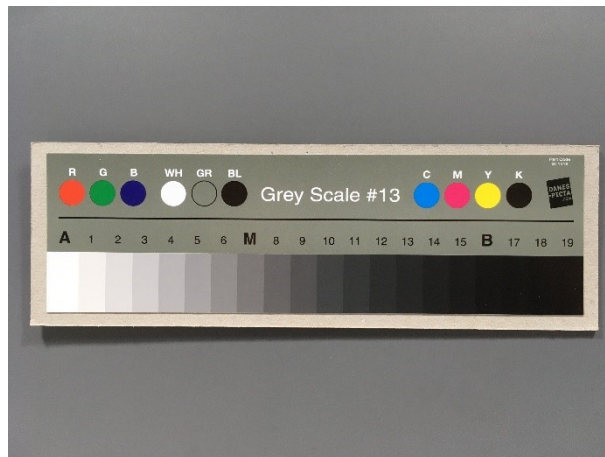

图 4.4: 灰阶卡示意图
**步骤 3.** 当 Gamma、LDCI、DCI 和 Dehaze 的参数优化以后，接着在实验室灯箱 D50 光源下测试灰阶卡，保证灰阶数不低于 18 阶。图 4.4 为灰阶卡示意图。